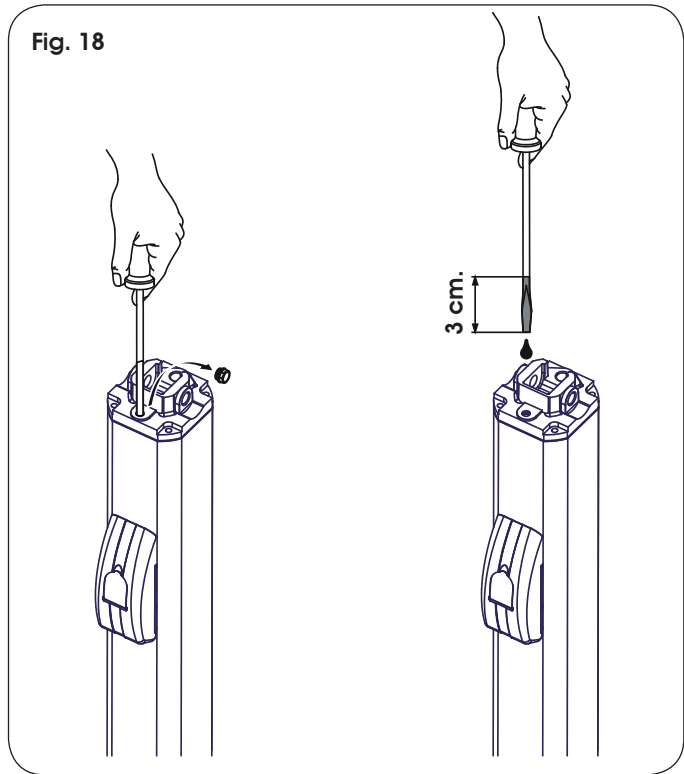

Fig. 18
- Introduzir uma chave de fenda até encostar no motor elétrico, como na Fig. 18.
- Extrair a chave de fenda e verificar o nível, como na Fig. 18.